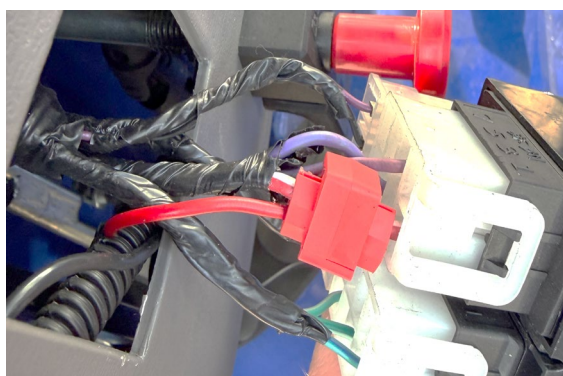

Рис. 3.16
3.3.2. Красный провод с гнездовой клеммой присоединить к проводу, на котором подается питание 12В при включенном зажигании (например на кнопку наружного освещения), при помощи скотч-лока из комплекта. Предварительно отрезать гнездовую клемму, установленную на конце провода (рис. 3.16).